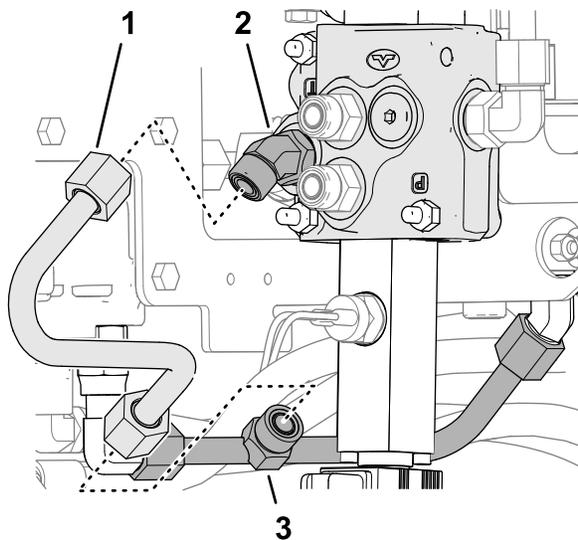

**Figura 19**
- Montate senza serrare il tubo del collettore al raccordo a 90° della valvola del braccio caricatore e al raccordo a 45° (inferiore) nel foro T della valvola a basso flusso (Figura 19).
4. Serrate il raccordo a 90° del foro T della valvola del braccio caricatore (Figura 19) e il raccordo a 45° nel foro T della valvola ausiliaria (Figura 20) a 79 - 98 N·m.